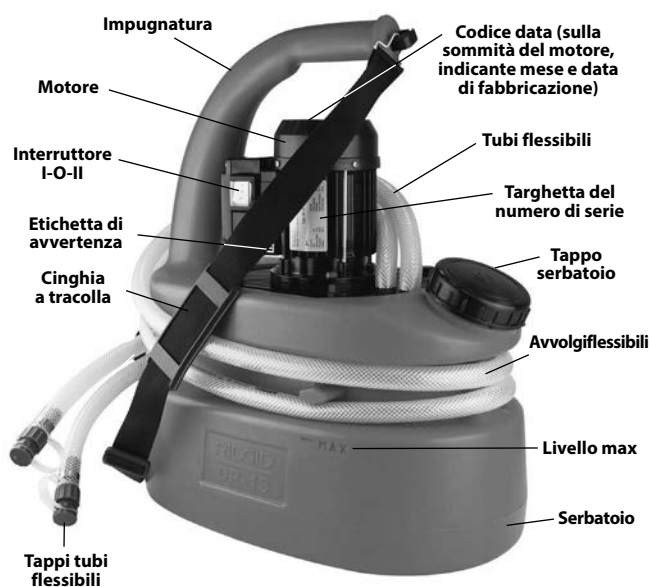

Figura 1 – Pompa disincrostante RIDGID DP-13
- Presenza e leggibilità dell'etichetta di avvertenza (vedere Figura 1).